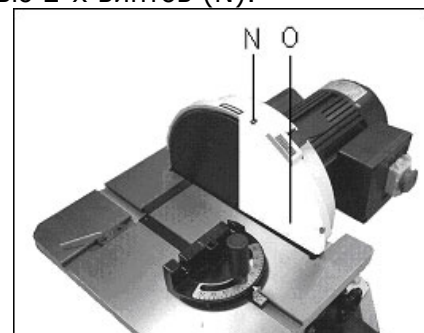

Рис. 4
Закрепите защитное приспособление тарельчатого шлифовального круга (O, рис. 4) с помощью 2-х винтов (N).
Снимите защитное приспособление тарельчатого шлифовального круга (O, рис. 4).